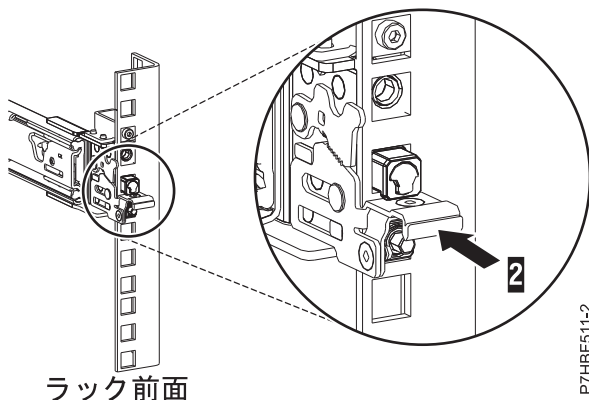

図 23. ラックの前面レールに取り付けられているラッチ
7. スライド・レールを前方に引きながら、3 つのピンがラックの穴から突出していることを確認した後に前面ラッチ (2) を最後まで押し込みます。詳しくは、図 23を参照してください。